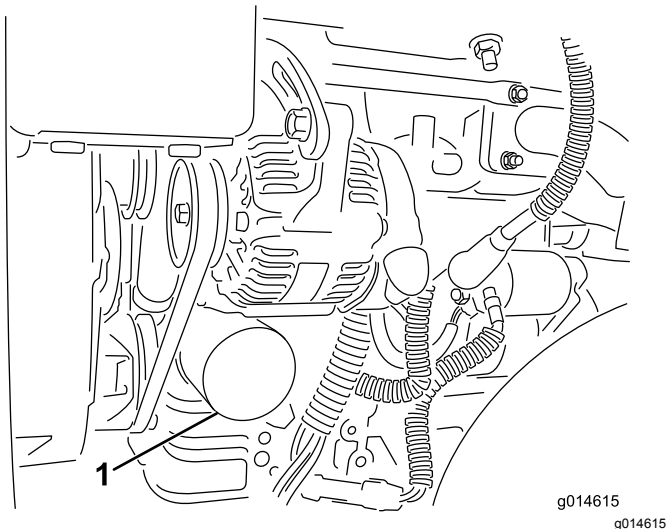

Figura 40
2. Togliete il filtro dell'olio (Figura 40). Spalmate un leggero strato di olio pulito sulla nuova guarnizione del filtro.